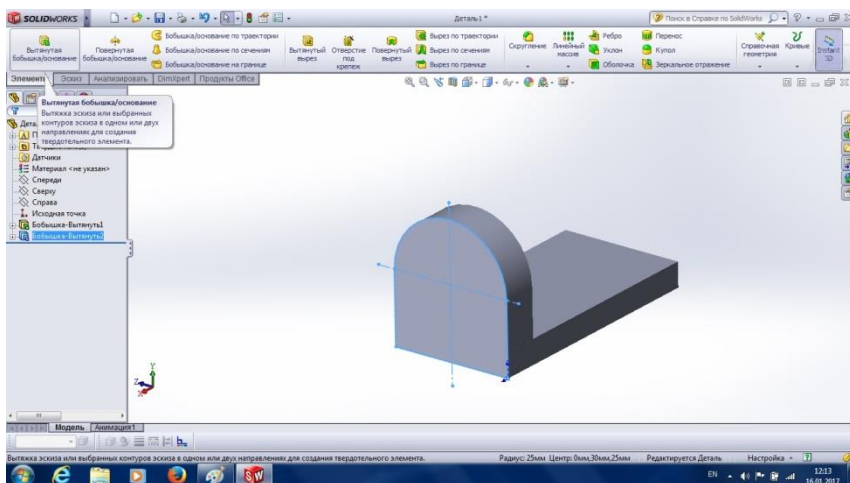

Рис. 3.8
10. Командою **Витягнута Бобишка** будуємо другий елемент деталі (рис. 3.8).